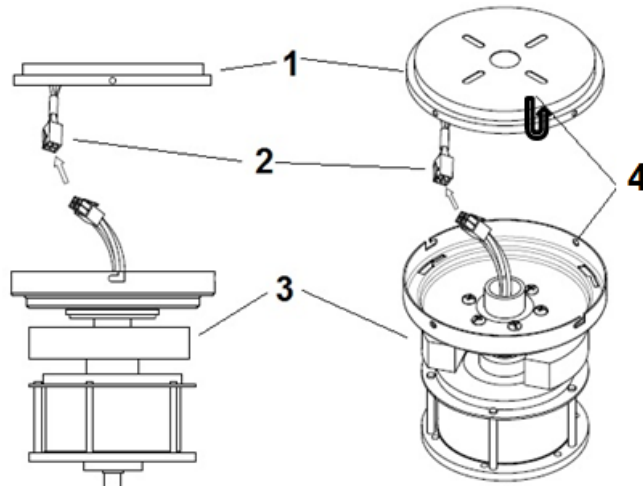

Fig. 3
- Til de ventilator assemblage omhoog tot aan de bevestigingsplaat (1) en steek de J-haak van de bevestigingsplaat (4) door het gat van de ophangplaat en hang de ventilator assemblage op (3). Fig. 3
- Sluit de mannetje - vrouwtje connectoren aan (2). Fig. 3